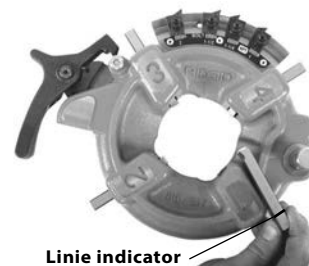

Figura 14 – Inserare cuțite-filieră
5. Inserați filierele potrivite în capul-filieră, cu marginea cu cifrele în sus, până când linia indicatorului este aliniată cu marginea capului (vezi Figura 14). Numerele de pe cuțitele-filieră trebuie să corespundă cu cele de pe fantele capului-filieră. Schimbați întotdeauna filierele în set – nu amestecați filierele din seturi diferite.